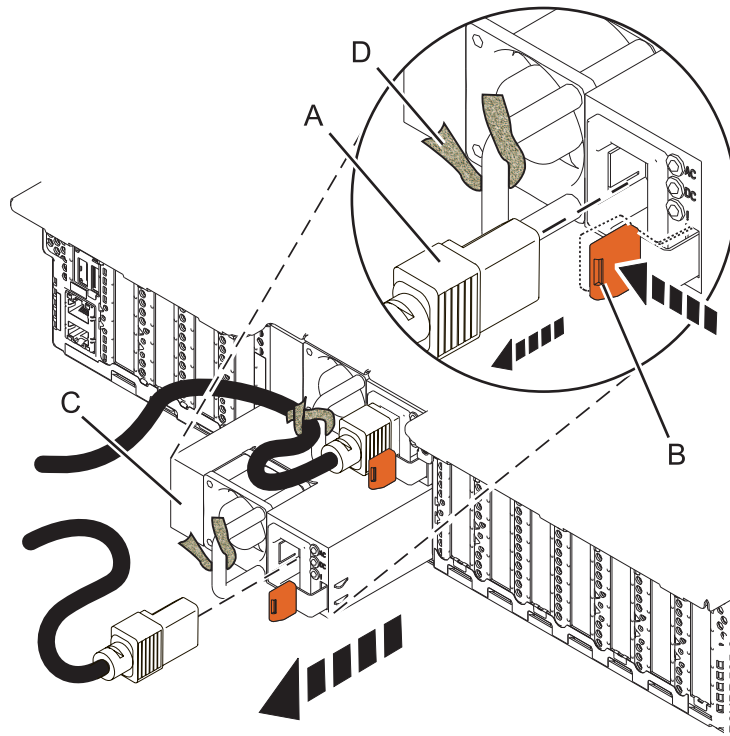

Figura 10. Extracción de una fuente de alimentación del sistema
3. Etiquete y desconecte el cable de alimentación de la fuente de alimentación tirando del extremo del cable de alimentación **(A)** sacándolo de la fuente de alimentación en la dirección que se muestra en Figura 10 en la página 14.
4. Para desencajar la fuente de alimentación de su posición en el sistema, presione la pestaña de bloqueo de color terracota **(B)** en la dirección que se muestra en Figura 10 en la página 14.
5. Para liberar el cable de alimentación enrollado en el asa, suelte el cierre de velcro (D) y, a continuación, extraiga el cable de alimentación de la fuente de alimentación (C). Asegúrese de conservar el cierre de velcro (D) en el cable de alimentación.
6. Tire de la fuente de alimentación (C) para extraerla del sistema, como se muestra en Figura 10.